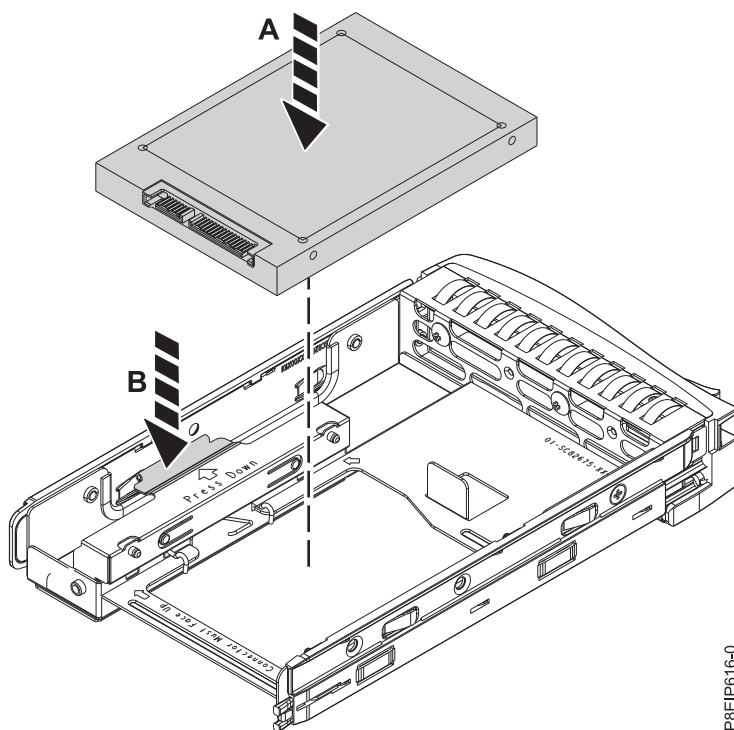

Figure 12. Montage de l'unité de 2,5 pouces dans le tiroir
- b. Ouvrez le ressort de retenue (**B**) comme indiqué dans la figure 12, à la page 13.